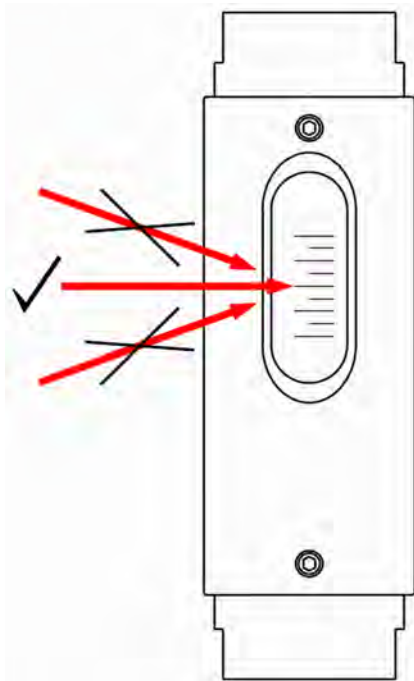

Abb. 33: Messskala ablesen
2.  Geradeaus auf die Messskala blicken (Abb. 33, mittlerer Pfeil). Durch einen Blickwinkel von oben oder unten kann der Ablesewert verfälscht werden